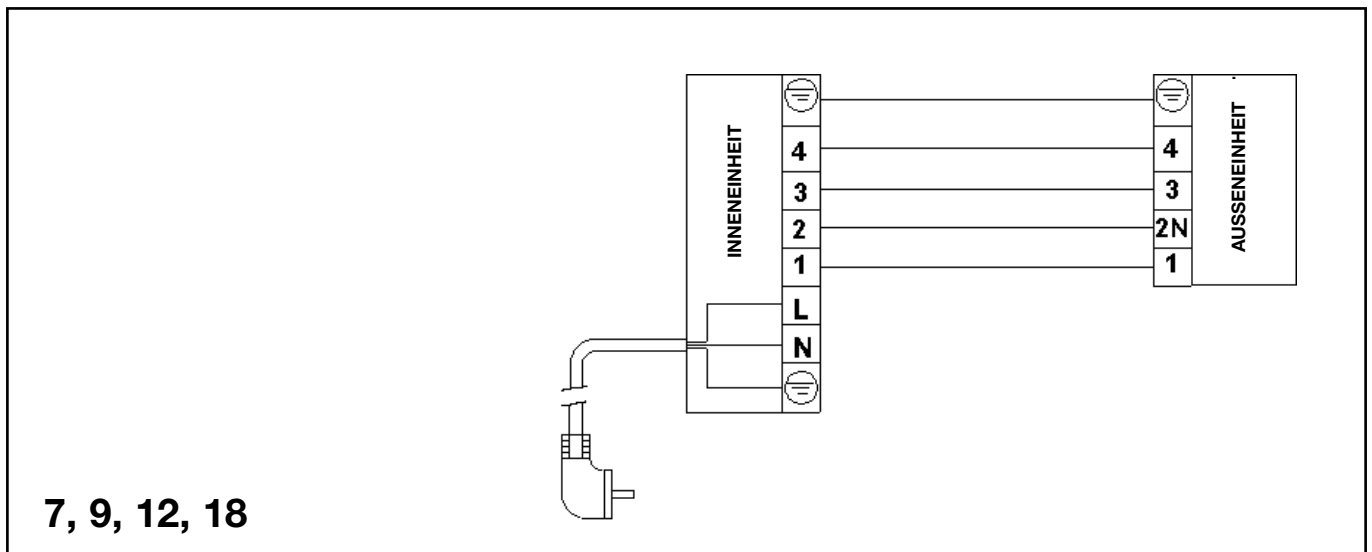

Abb. 17a
3. Schließen Sie die Kabel wie an den Endverschlüssen angegeben an (Abb. 17a, 17b).
2. Schließen Sie die Kabel wie an den Endverschlüssen und auf dem Klemmbrett angegeben an (Abb. 17a, 17b)